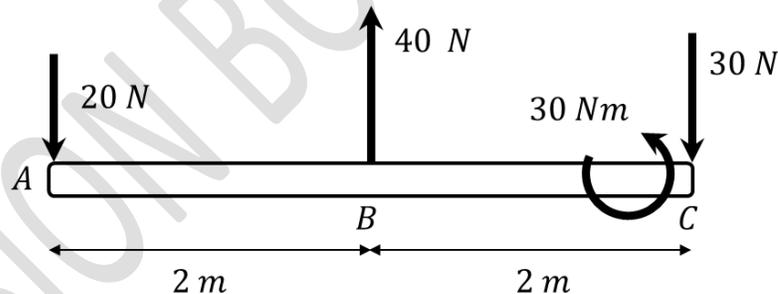

Fig. 3.6.
3.6.- Sobre una viga se aplican tres fuerzas y un par de fuerzas como muestra la Fig. 3.6. Haga un esquema y determine un sistema equivalente respecto del origen y un sistema equivalente más simple.